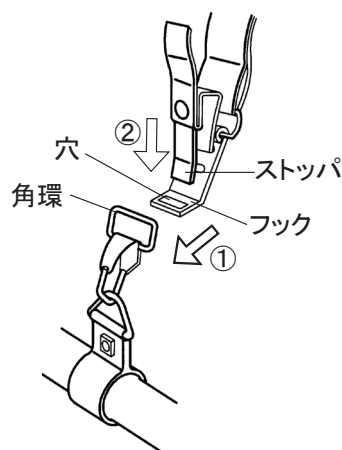

図.4
- ① 図.4のように角環にフックを通してください。
- ② ストッパをフックの穴に挿入してください。